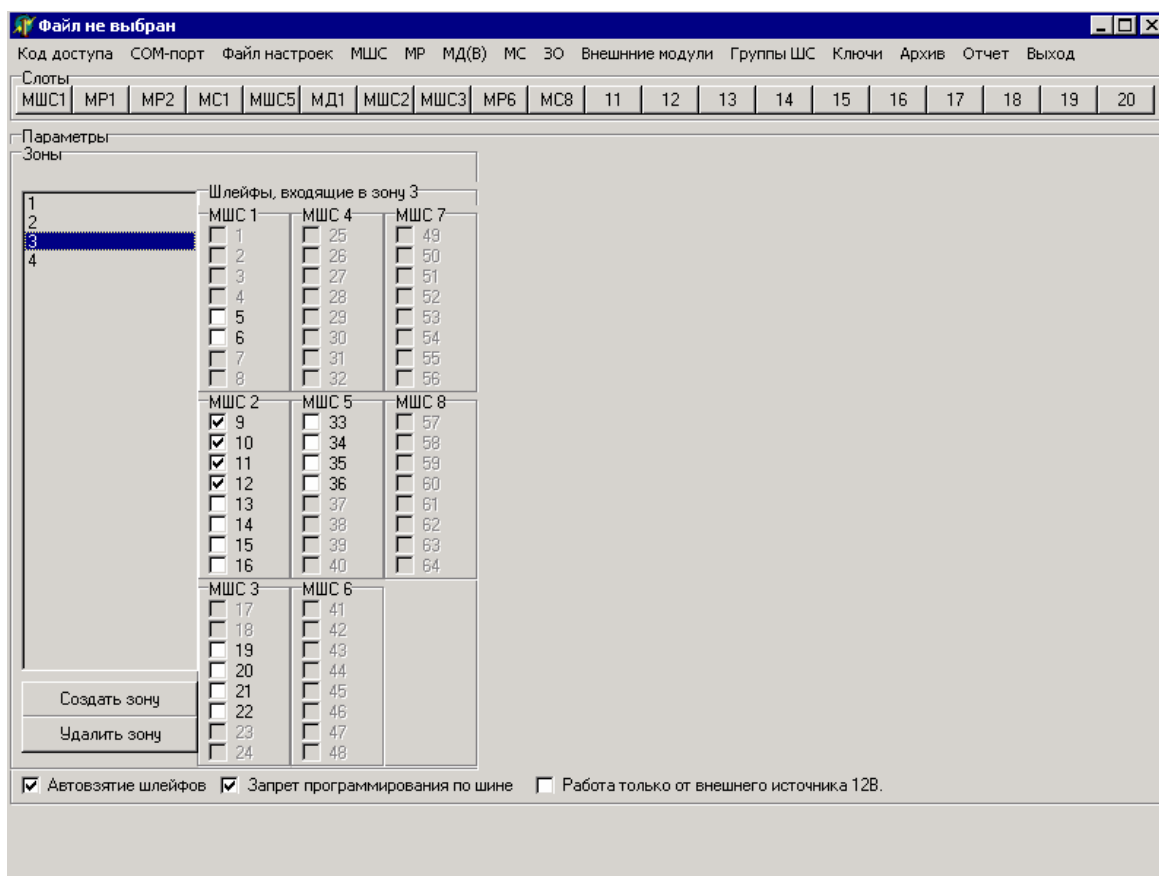

Рис. 15
2.1.5.4 Для удаления ранее созданной зоны необходимо переключить фокус на удаляемую зону в списке всех зон прибора (выделить удаляемую зону левой клавишей мыши) и нажать командную кнопку «Удалить зону» панели «Зоны» (рисунок 15):